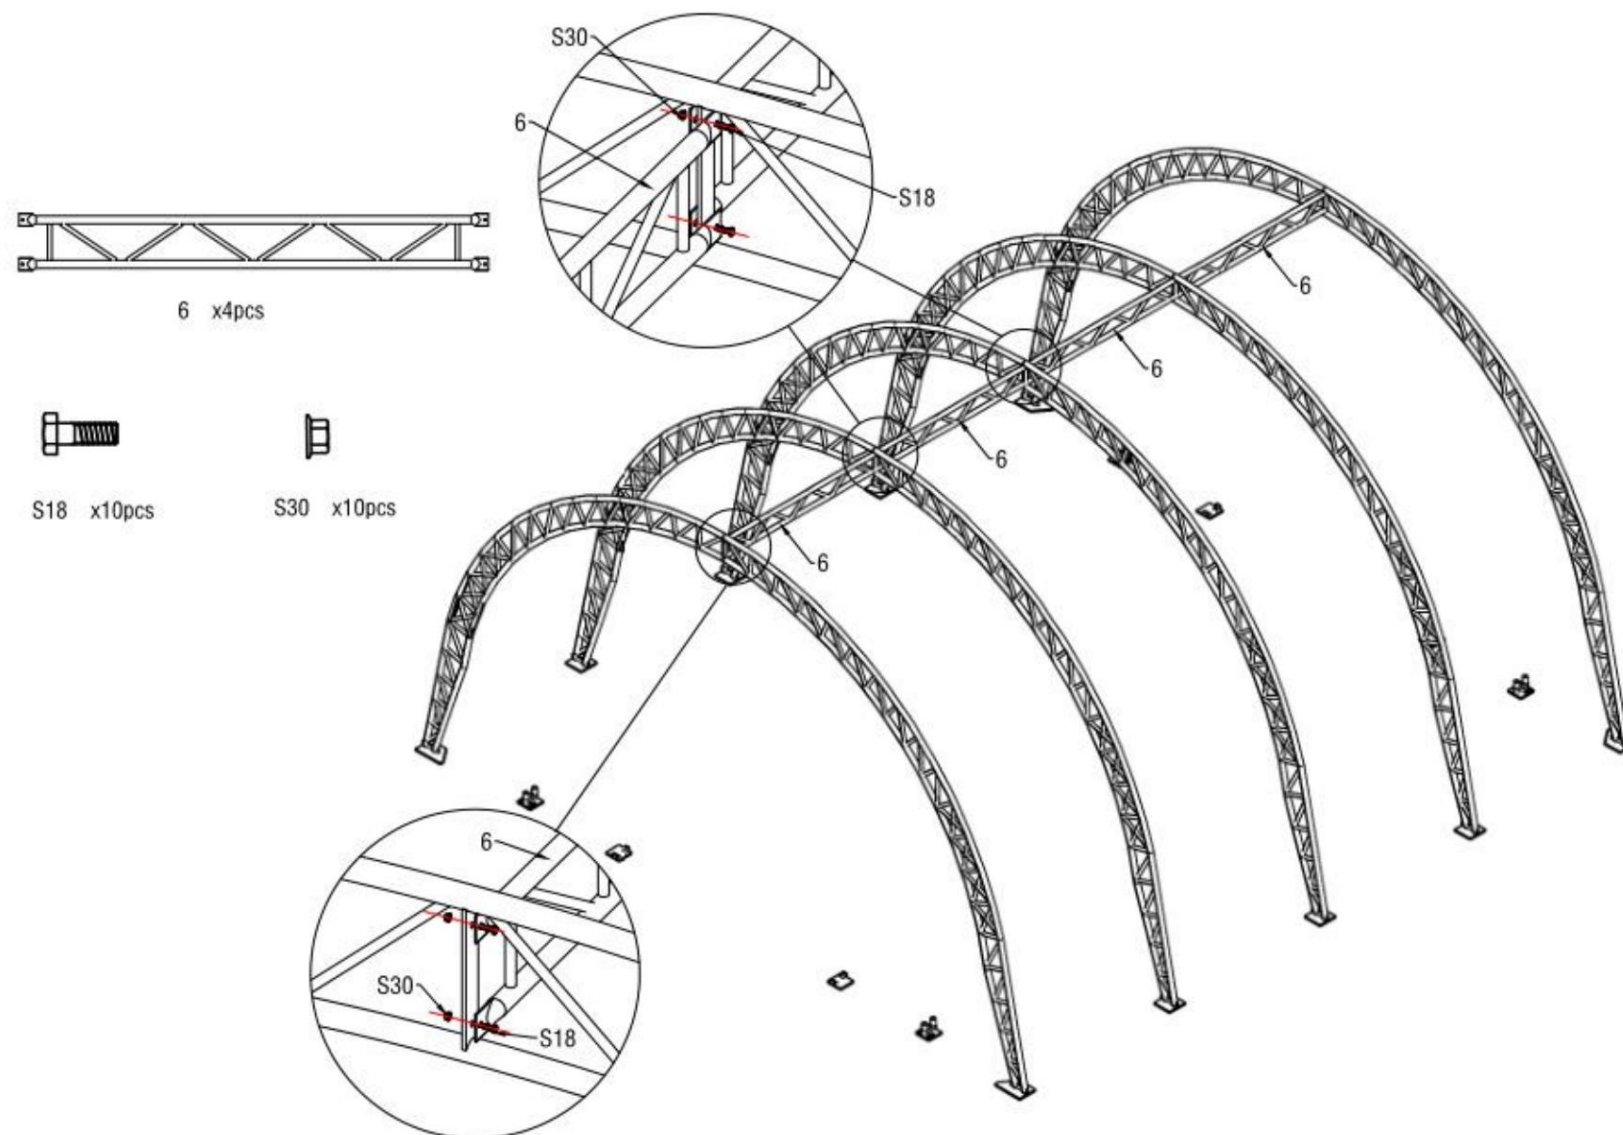
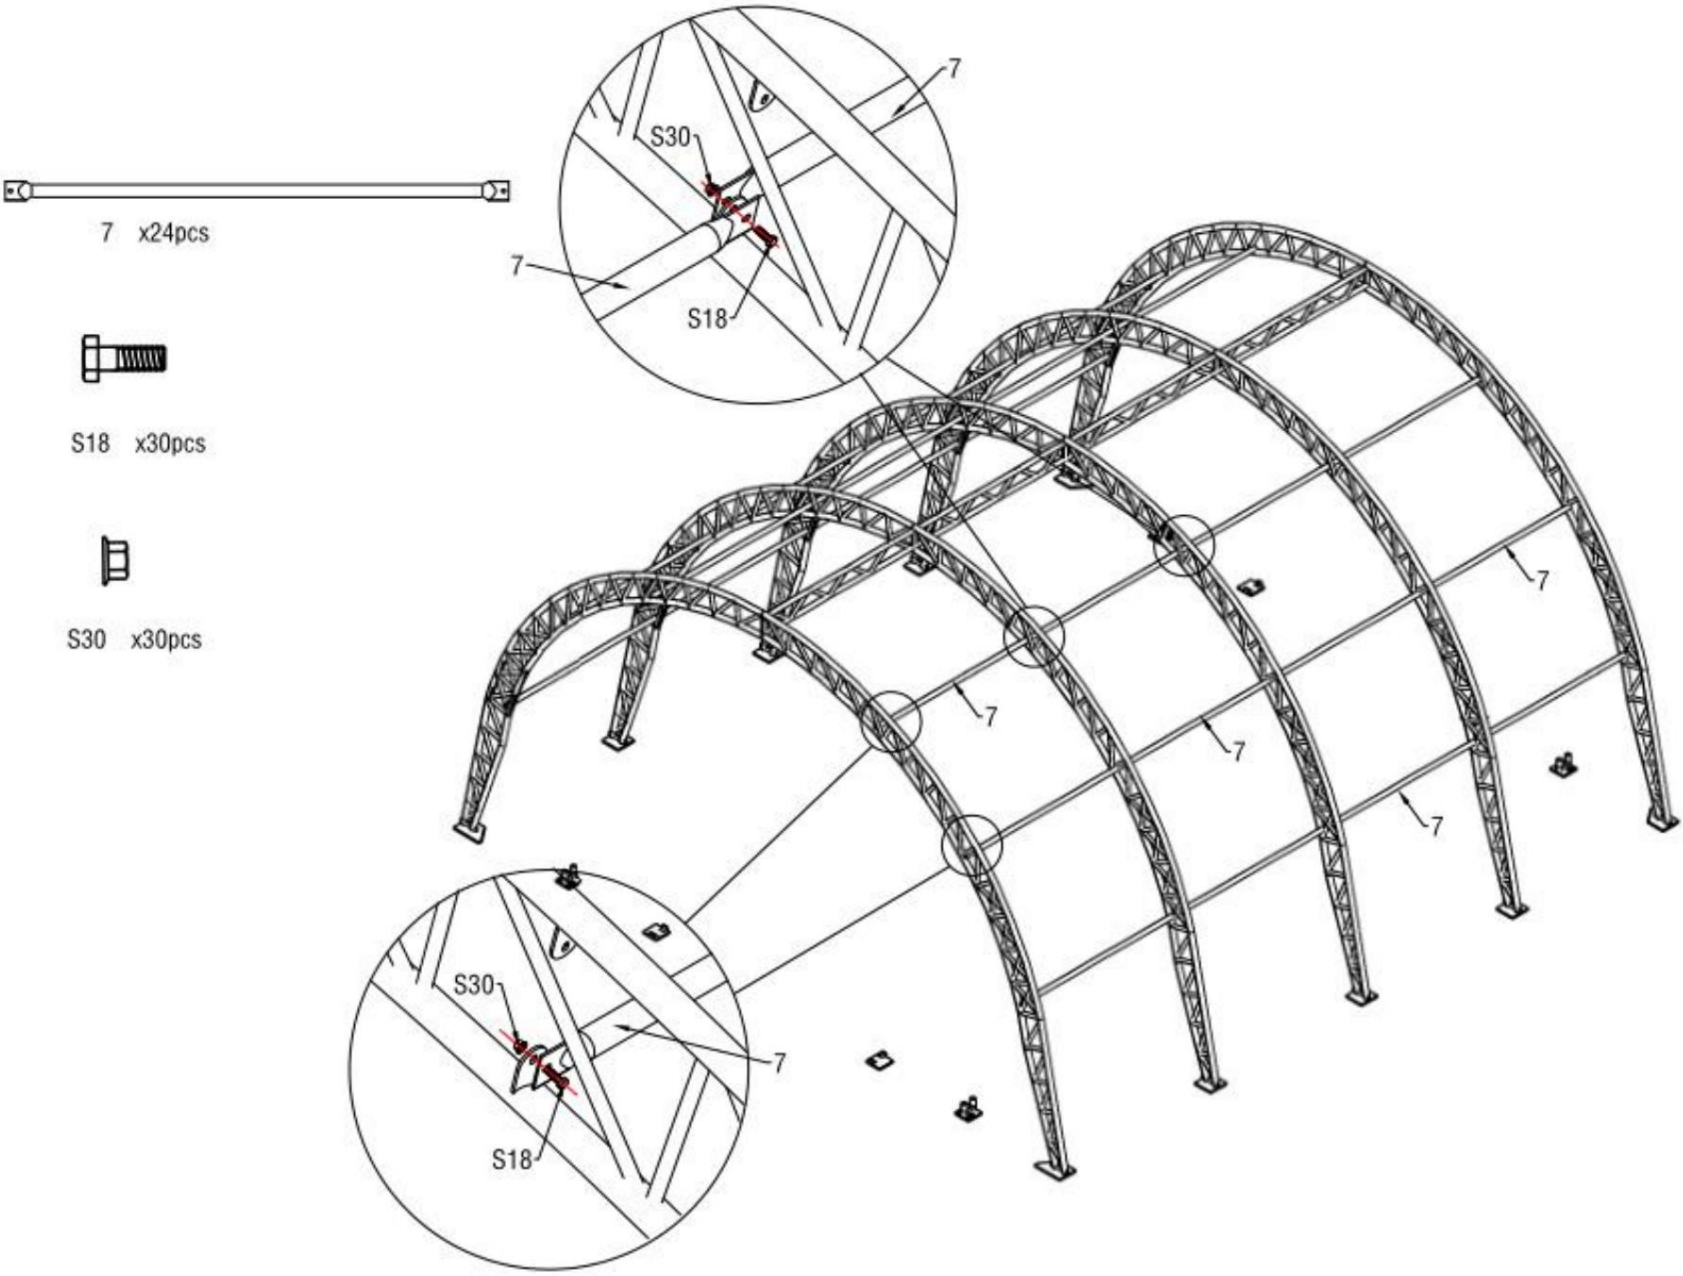

Figure 7
Figure 8
4. Comme illustré sur la figure 7, une fois toutes les arches installées dans les platines de base, utilisez des pannes doubles (n° 6) pour les relier à l'aide de vis M10x30 (n° S18). Ensuite, utilisez des pannes (n° 7) pour relier les arches à l'aide de vis M10x30 (n° 18). Enfin, fixez toutes les autres pannes. Le cadre tendu est terminé (voir figure 8).
5. Fixez les clips (n° 10) sur les pannes (n° 7) et installez le tube de support diagonal pour panne (n° 8) sur les clips, comme illustré sur la figure 8. Veuillez fixer le tube de support diagonal pour panne (n° 8) entre le cadre de l'arc et la panne (n° 7) à l'aide des vis M10x30 (n° S18) et M10x50 (n° S17) avec une rondelle plate M10 (n° 25).